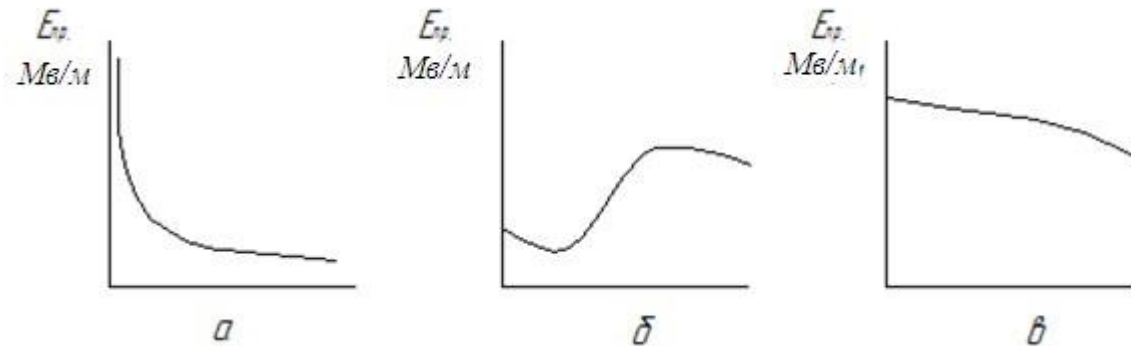

Рис. 1.5
Вопрос 1.9. На рис. 1.5 приведены зависимости электрической прочности $E_{пр}$ трансформаторного масла от некоторых факторов. Какие рисунки отражают зависимость $E_{пр}$ от температуры?
1.Рис. 1.5, а.
2.Рис. 1.5, б.